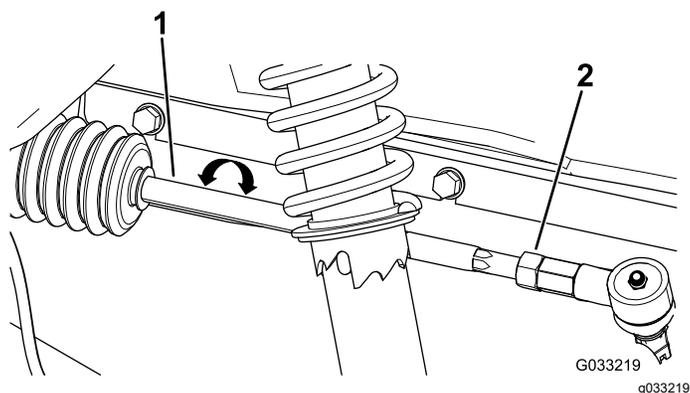

Figura 60
4. Si la distancia no es de entre 0 y 6 mm, afloje las contratuercas en el extremo exterior de las bielas (Figura 60).